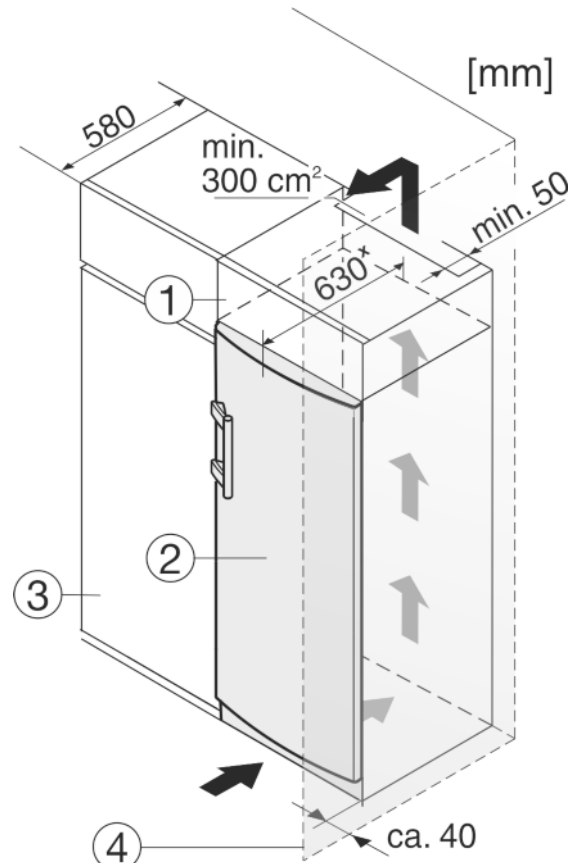

Fig. 10
Zariadenie môže byť zabudované medzi kuchynskými skriňami. Aby sa zariadenie *Fig. 10 (2)* prispôbilo výške kuchynskej linky, môže sa nad zariadením umiestniť nadstavná skrinka *Fig. 10 (1)*.
Pri vstavaní s kuchynskými skriňami (hĺbka max. 580 mm) je možné zariadenie inštalovať priamo vedľa kuchynskej skrine *Fig. 10 (3)*. Zariadenie vyčnieva nabok 34 mm × a v strede zariadenia 50 mm × oproti prednej časti kuchynskej skrine.
Ak je zariadenie umiestnené so zavesením vedľa steny *Fig. 10 (4)*, musí vzdialenosť medzi zariadením a stenou činiť minimálne 40 mm. To zodpovedá presahu držadla pri otvorených dverách.